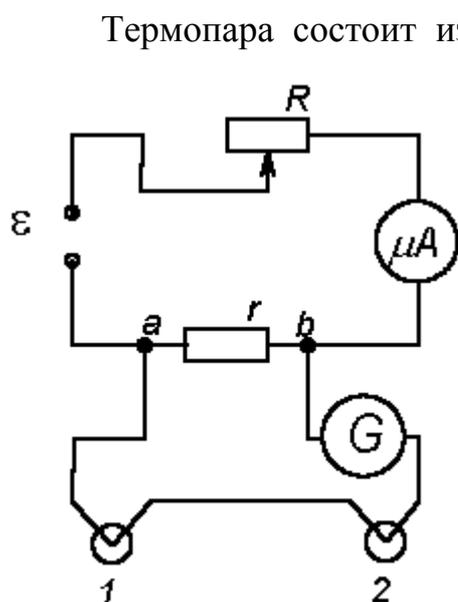

Рисунок 1
Термопара состоит из двух разнородных проволок диаметром 1–2 мм, концы которых спаяны. Термопара укреплена на держателе. Один спай опускается в сосуд с водой комнатной температуры; другой – в сосуд с водой, находящийся на нагревателе. Электрическая цепь собрана в соответствии со схемой, приведенной на рис. 1. Она состоит из контура внешней цепи и контура термопары. Контур внешней цепи включает в себя источник  $\varepsilon$ , реостат  $R$  и миллиамперметр. Контур термопары включает в себя магазин сопротивлений  $r$ , гальванометр и термопару 1, 2.
*Первое правило:* алгебраическая сумма сил токов, сходящихся в узле, равна нулю. Для узла  $b$  (см. рис. 1) это запишется следующим образом: